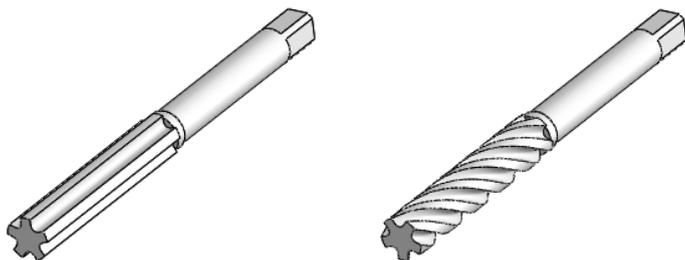

图 3-22
- 扭曲：绕三重轴的 Z 轴扭曲几何体，如麻花钻，如图 3-22 所示。